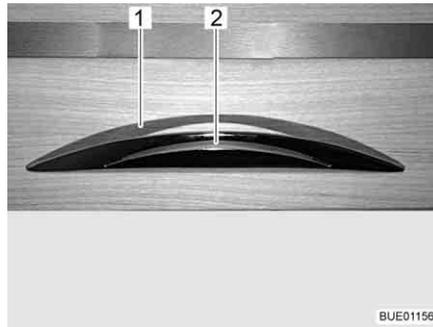

Fig. 58 Sportello del mobile con maniglia di sbloccaggio
- Premere la maniglia di sbloccaggio (Fig. 58,2) e mantenerla premuta.
- Tirare la maniglia di sbloccaggio (Fig. 58,1) finché lo sportello del mobile non si apre.